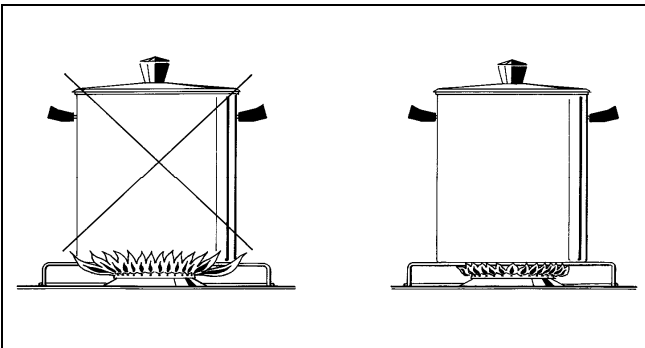

Fig.15
- Utilisez les casseroles appropriées pour chaque brûleur (voir la Fig.15 et le Tableau B)